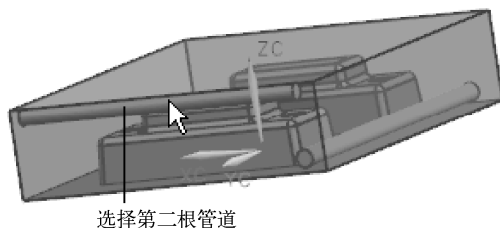

图 9-38 选择第二根管道
(4) 在对话框中确认【第二个通道】选项组处于激活状态, 然后在图形窗口中选择待连接的第二根管道, 如图 9-38 所示。